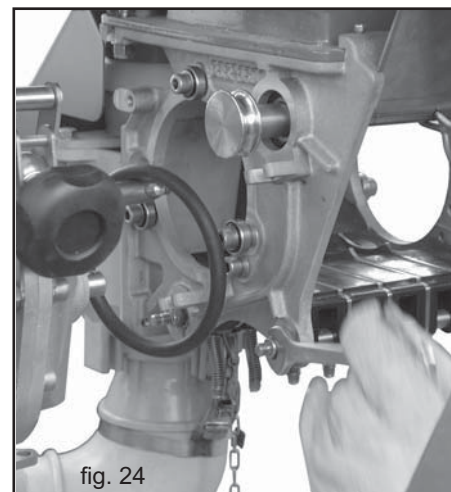

fig. 24
- 1) Pour démonter le groupe des tâteurs, desserrer les quatre écrous des essieux (avant et arrière) (Fig. 24) en utilisant la clé de 13 mm.